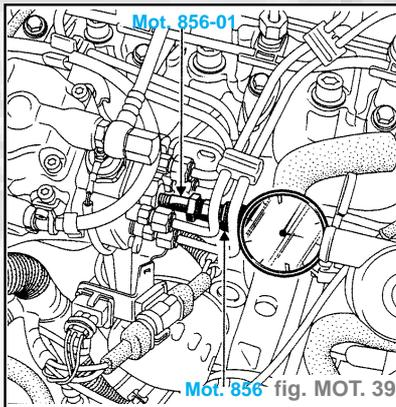

fig. MOT. 39
- Visser à la place du bouchon (1) l'adaptateur Mot. 856-01 puis le support comparateur Mot. 856 et fixer un comparateur muni d'un embout (fig. MOT. 39).